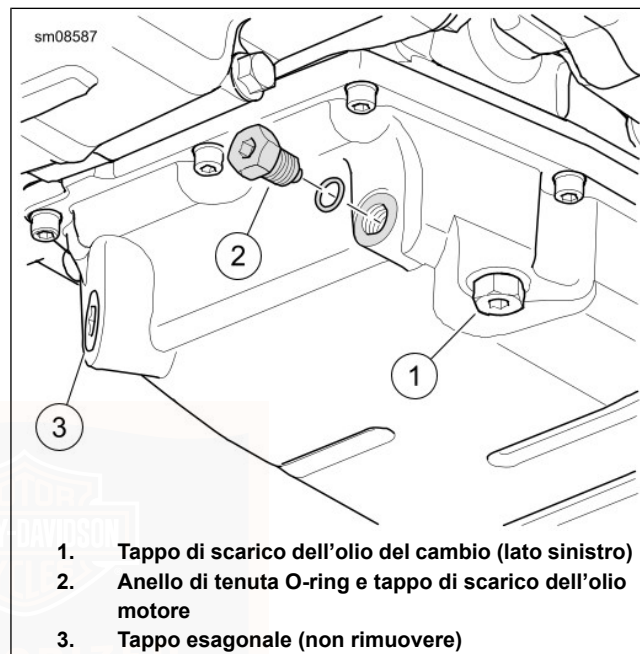

Figura 65. Coppa dell'olio
3. Vedere Figura 65 . Rimuovere il tappo di scarico dell'olio (2) e l'anello di tenuta O-ring. Fare defluire completamente l'olio.